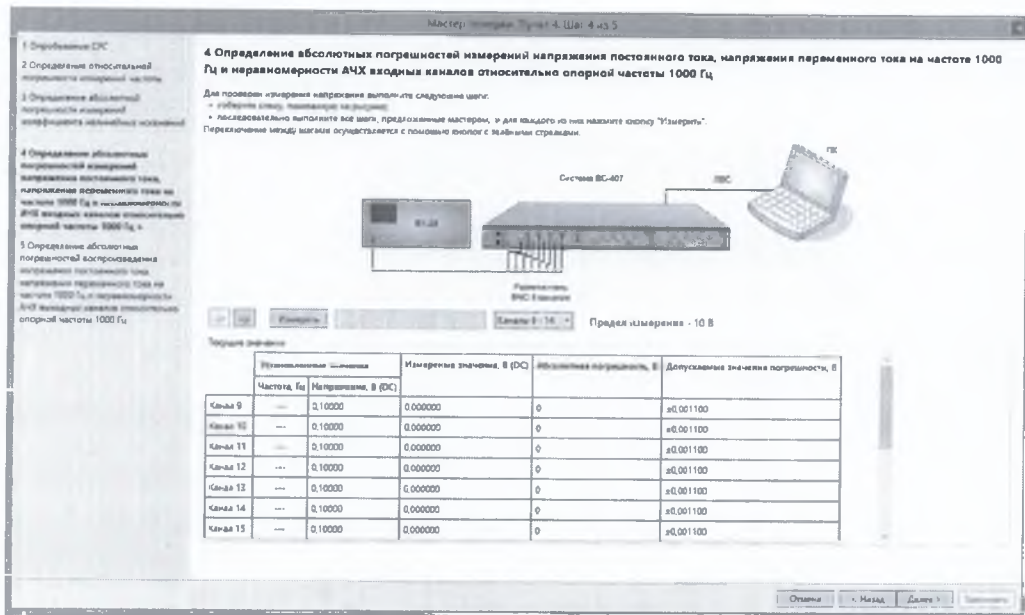

Рисунок 7.3.7
7.3.4.1 Собрать схему, изображенную в окне мастера поверки (рисунок 7.3.7).